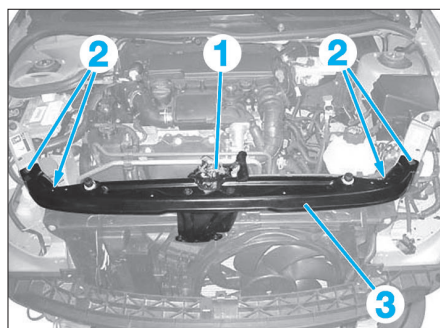

Fig. 1
- le système d'ouverture du capot (1) (Fig.1),
- les vis de fixation (2),
- la traverse supérieure de façade avant (3),